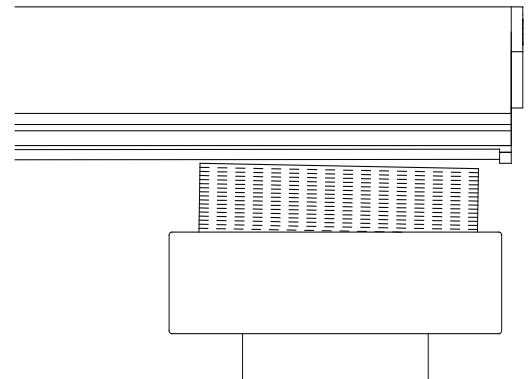

Abb. 34
3. Lösen Sie, ohne die Schleifkopf-Zustellung zu bewegen, den Verriegelungs-T-Knauf und stellen Sie die rechte Justierung der Werkzeugstange ein, bis die Schleifscheibe *gerade so eben* das Untermesser innerhalb der nicht verschlissenen Endspitze berührt. Siehe Abb. 34.